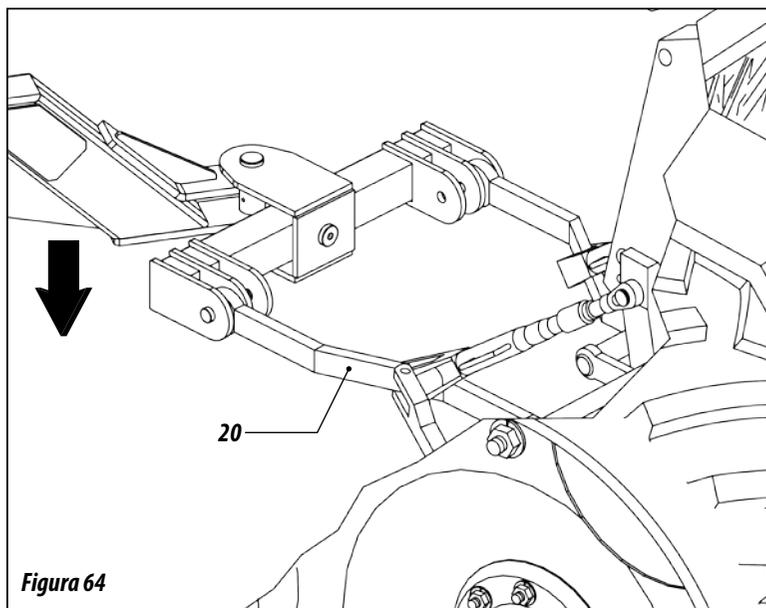

Figura 64
12 - Baje los brazos del gato del tractor (20). FIGURA 64.